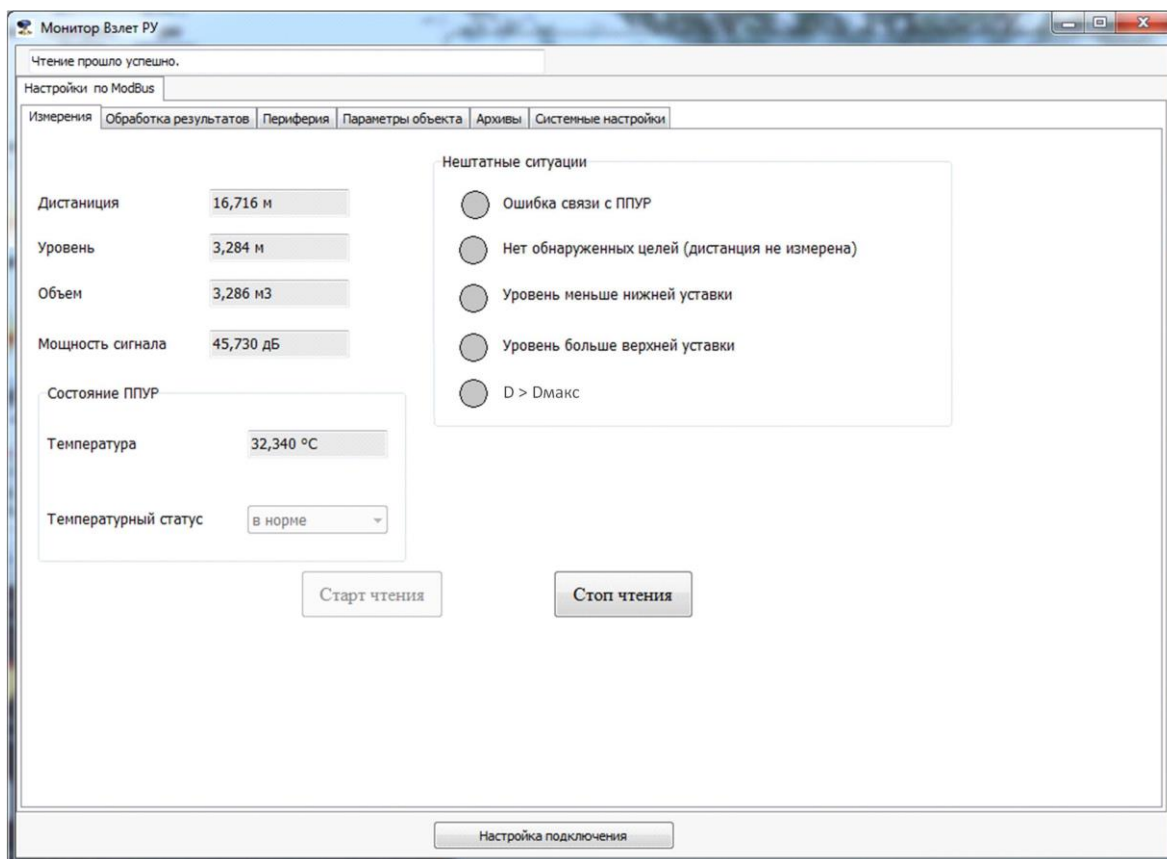

Рис.30. Вкладка «Измерения».
6.1.1. Введенный в эксплуатацию уровнемер работает непрерывно в автоматическом режиме. Текущие значения измеряемых параметров отображаются на вкладке **Измерения** основного окна программы «Монитор Взлет РУ» (рис.30) после нажатия кнопки «**Старт чтения**»: